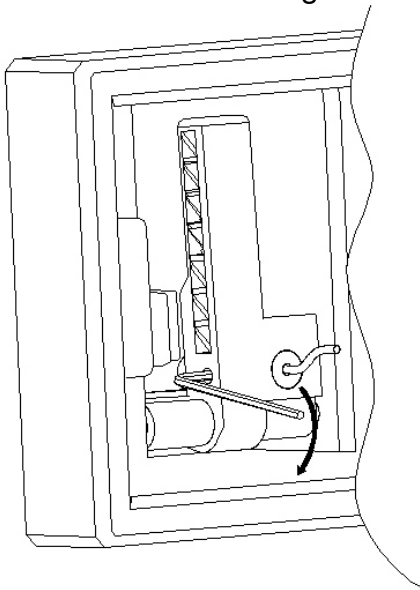

fig. 2
- Portare il cavetto in leggera trazione, tale comunque da non sbloccare l'elettrofreno, e serrare il grano, posto a lato sulla leva, con la chiave a brucola in dotazione (fig.2).